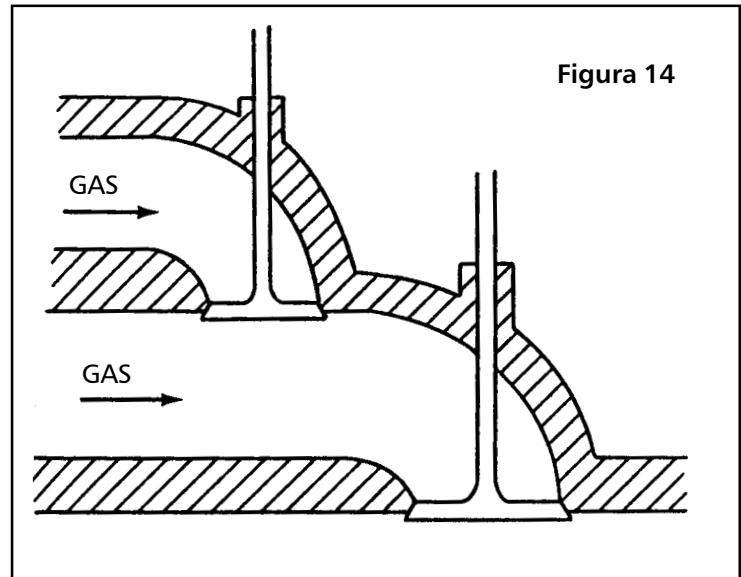

Figura 14
1. Existen motores diesel que utilizan dos combustibles a la vez. En algunos durante la admisión, se admite una mezcla de aire y gas, que llegan por conductos y válvulas que operan independientemente, como se aprecia en el dibujo de la figura 14. La válvula que permite la entrada de gas, no se abre hasta que la válvula de escape haya cerrado totalmente (Motor 4 tiempos), esta precaución es para evitar que el calor de los gases quemados, encienda prematuramente y provoque un retroceso de combustión por el conducto de admisión de gas.